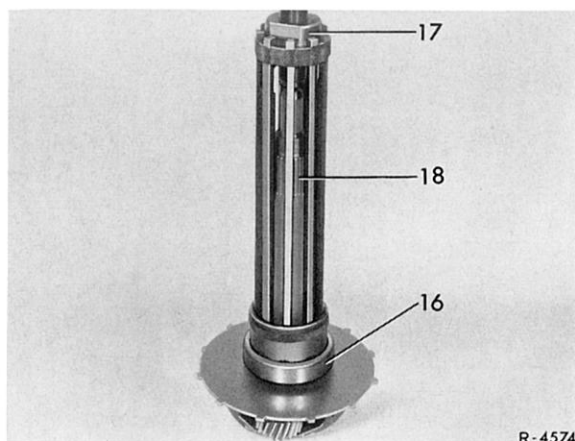

Bild 27–2/9
12 Ring-Rillenlager (16) mit Abzieher (17) von der Abtriebswelle (18) abziehen (Bild 27–2/9).